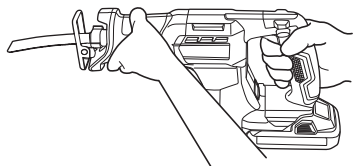

Fig. 14
- Asegúrese de sujetar el cuerpo por la parte superior de la carcasa. (Fig. 14)